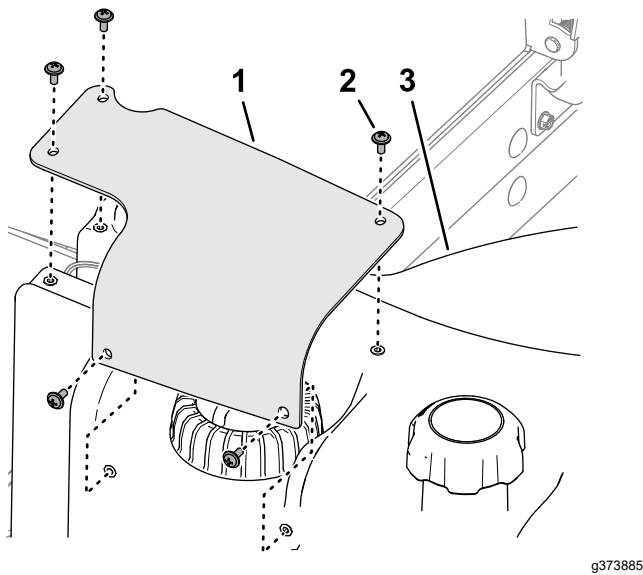

Figura 96
7. Alinee los orificios de la tapa del sensor de combustible con los orificios del depósito de combustible, y sujete la tapa al depósito con los 5 tornillos Phillips (Figura 96).